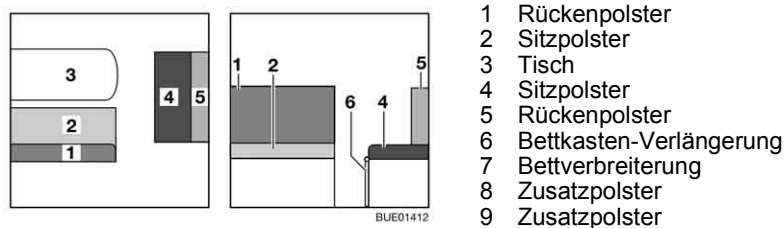
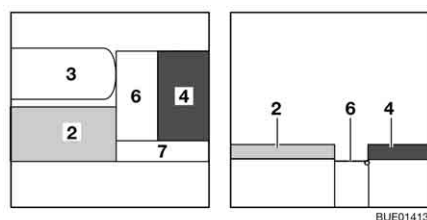
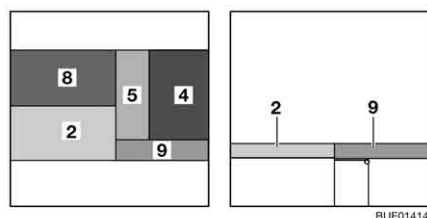

Bild 103 Vor dem Umbau
Bild 104 Während des Umbaus
Bild 105 Nach dem Umbau
- Tisch (Bild 103,3) zum Bettunterbau umbauen (siehe Abschnitt 6.11).
- Bettkasten-Verlängerung (Bild 103,6) ausklappen.
- Bettverbreiterung (Bild 104,7) am Bettkasten und an der Bettkastenverlängerung einhängen.
- Das Rückenpolster (Bild 103,1) abnehmen und beiseite legen.
- Das Rückenpolster (Bild 103,5) abnehmen und auf die Bettkasten-Verlängerung (Bild 104,6) legen.
- Das Zusatzpolster (Bild 105,8) auf den Tisch legen.
- Das Zusatzpolster (Bild 105,9) auf die Bettverbreiterung (Bild 104,7) legen.